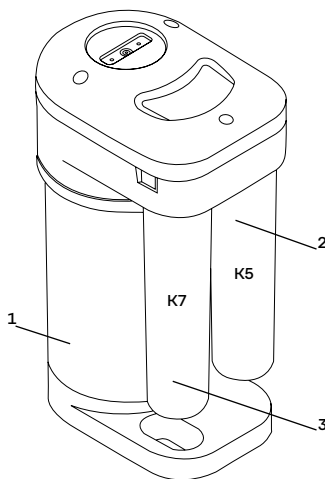

Рис. 1. Основные блоки водоочистителя:
- Установите фильтрующие модули K5 и K7 в коллекторы согласно рис. 1.